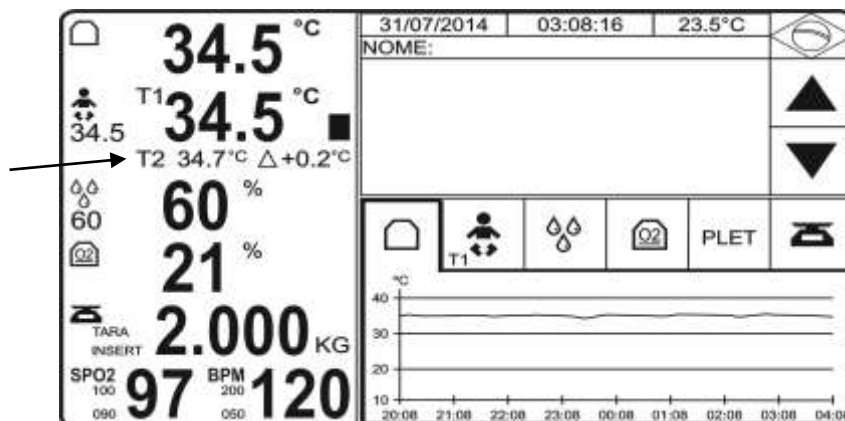

Figura 97- Display gráfico – sensor auxiliar
2. Verifique leitura no campo T2 do display, conforme figura 97.